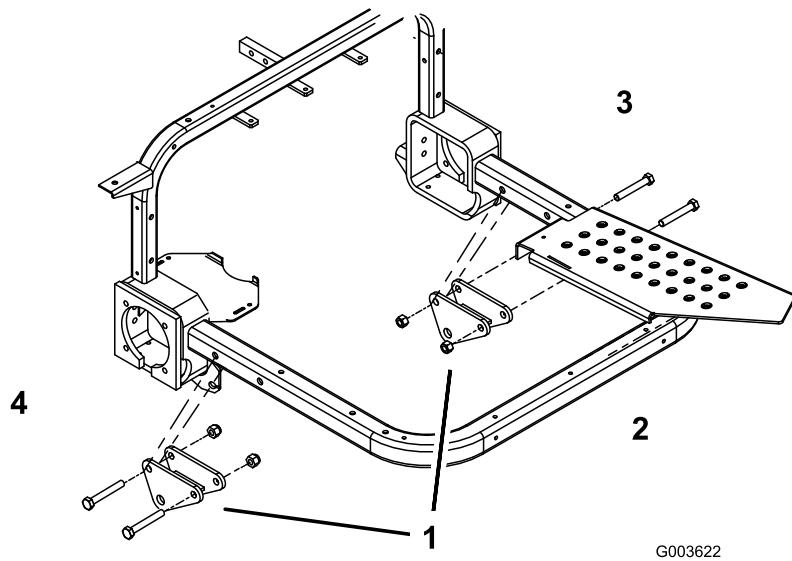

Figura 10
2. Sujete provisionalmente un conjunto de soporte de montaje a cada tubo (derecho e izquierdo) del reposapiés con 2 pernos (½" x 3½") y contratuercas (½"). Posicione los conjuntos de soporte de montaje y los pernos según se muestra en Figura 10.